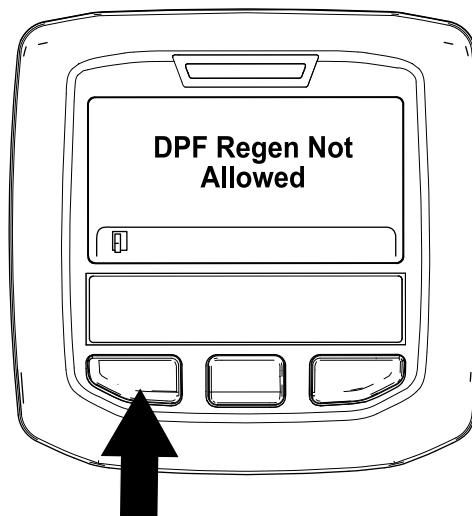

図 39
- 再生不許可の場合には DPF Regen Not Allowed と表示される図 39。左ボタンを押してホーム画面に戻る。